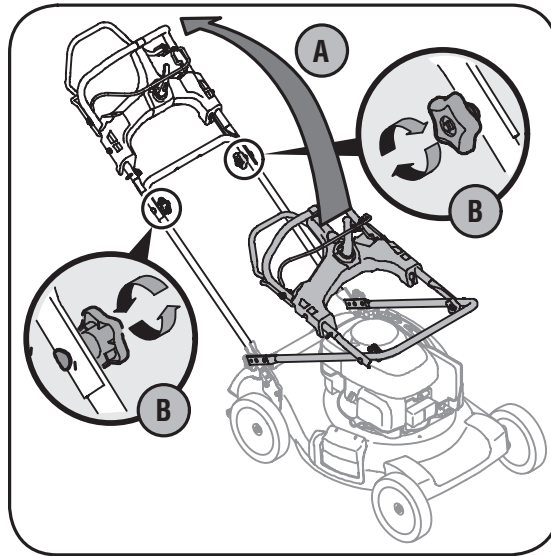

Figure 3-1
- Redressez le guidon supérieur vers vous pour le faire passer de la position A à la position de travail B. Voir la Figure 3-1. Vérifiez que le guidon inférieur est bien positionné dans les supports de montage du guidon.